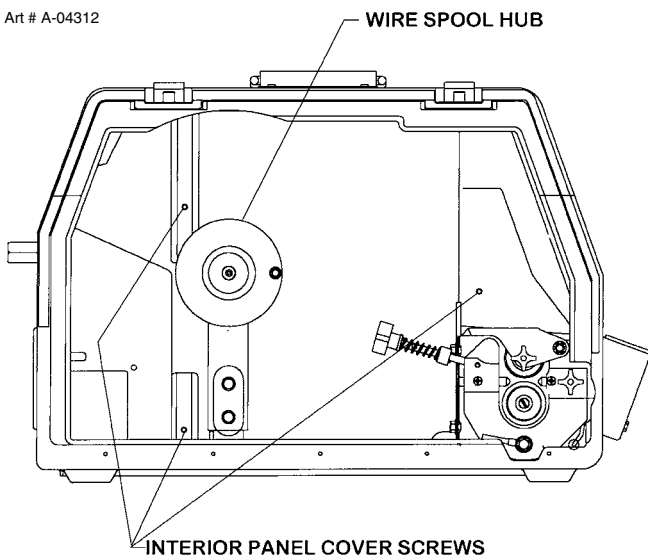

Figura 4-2: Localização do parafuso e remoção do painel interior
1. Usando uma chave de boca ou socket, retire o suporte da bobina (veja a figura 4-2).
2. Usando uma chave de boca ou socket, retire a tampa interior do painel (veja a figura 4-2).
2. Usando uma chave de boca ou socket, remova o suporte da bobina (veja a figura 4-2).
3. Usando uma chave de boca ou socket, retire a tampa interior do painel (veja a figura 4-2).